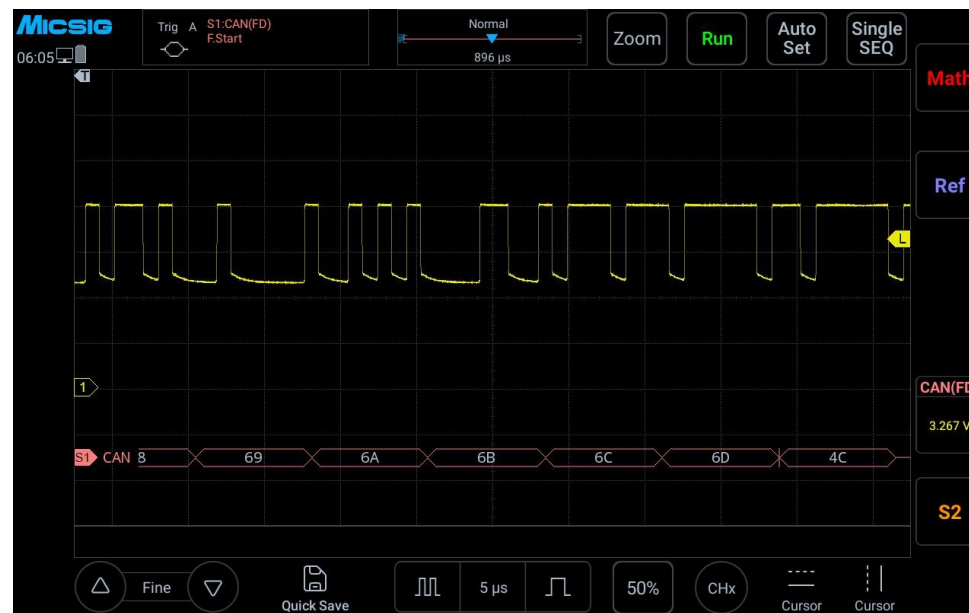

Abbildung 13-16 CAN-Bus-Dekodierungsoberfläche
- (1) Tippen Sie auf S1, um den Dekodierkanal zu öffnen, und klicken Sie erneut auf S1, um das Buskonfigurationsmenü zu öffnen;
- (2) Wählen Sie als Bus-Typ „CAN“ aus und klicken Sie anschließend auf „Ch1“, „Idle High“ und „1 Mb/s“; stellen Sie die FD-Baudrate auf „None“ ein. Klicken Sie nach der Einstellung auf den leeren Bereich, um das Menü zu schließen;
- (3) Öffnen Sie das Konfigurationsmenü für den Triggermodus und klicken Sie auf „Frame Start“;
- (4) Passen Sie den Schwellenwert entsprechend der Signalamplitude an; die grafische Oberfläche des CAN-Triggers ist in Abbildung 13-16 dargestellt: